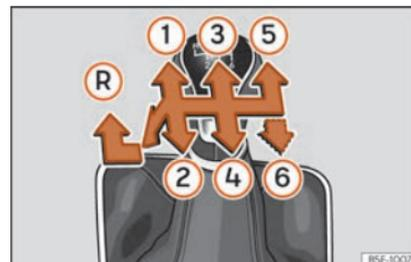

Fig. 43 Esquema de un cambio manual de 5 marchas o bien de 6 marchas.
En la palanca de cambios se indican las posiciones de las marchas »» **fig. 43**.
» » fig. 43 (R).